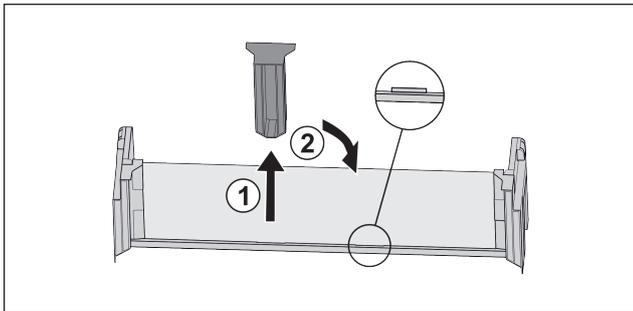

Fig. 22 \*
- ▶ Retire la pieza de sujeción del medio Fig. 22 (1).\*
- ▶ Inserte la pieza de sujeción central en la segunda posición Fig. 22 (2).\*